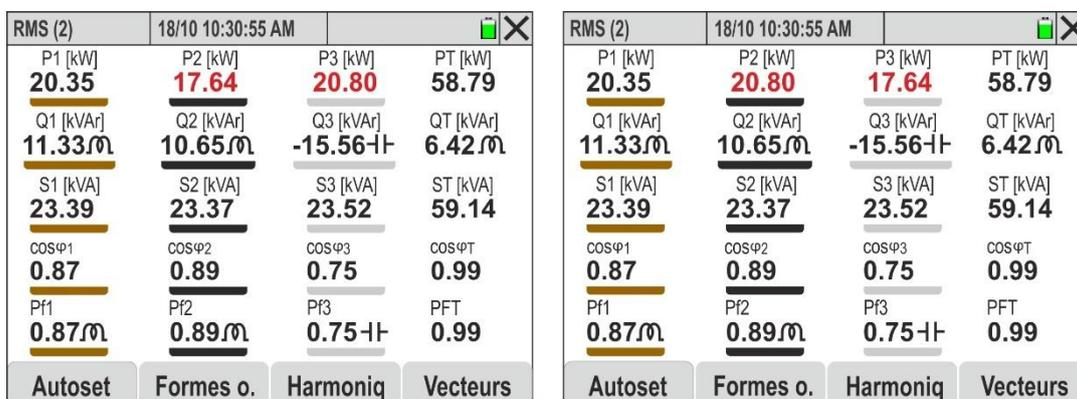

Fig. 73: Effet de la fonction Autoset dans la section Multimètre (pinces échangées)
9. La Fig. 73 – partie gauche illustre la condition d'erreur décrite au point 8 où les puissances actives P2 et P3 sont échangées (**les valeurs indiquées en rouge ne servent qu'à souligner le problème**). Après l'exécution de l'Autoset, la nouvelle condition est celle illustrée à la Fig. 73 – partie droite où les valeurs de P2 et P3 sont revenues à celles attendues **sans aucune intervention de l'opérateur**